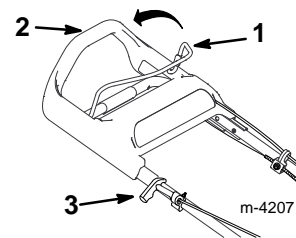

Abbildung 12
3. Den Schnittmesserbetätigungsbügel gegen die obere Griffstange halten (Abb. 12).
- A. Leicht am Startergriff ziehen, bis Widerstand gespürt wird. Dann kräftig ziehen (Abb. 12).